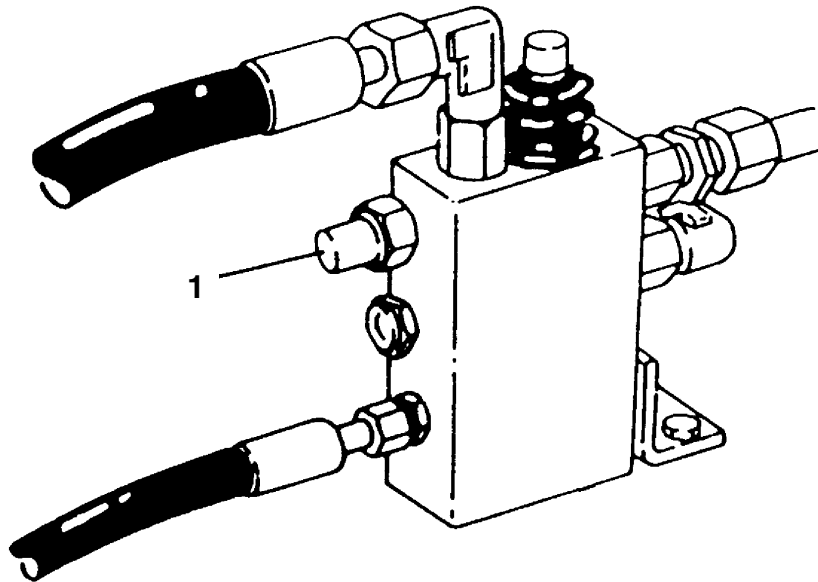

Fig.34
- abrir la electroválvula EV3 (fig. 34) desatornillando el pomo (4);
- vaciar manualmente el aceite mediante el dispositivo (11) en la electroválvula (12).
- Aprire il portello centralina, ruotare il commutatore SL1 (fig. 34 - pag. 52) e mantenerlo ruotato.
- Open the control unit door, turn switch SL1 (fig. 34 - page 52) and keep it turned.
- Die Zentralentür öffnen, den Wählschalter SL1 (Abb. 34 - Seite 52) drehen und umgedreht halten.
- Ouvrir le volet du pupitre de commande, tourner le commutateur SL1 (fig. 34 - pag. 52) et le maintenir dans la position tournée.